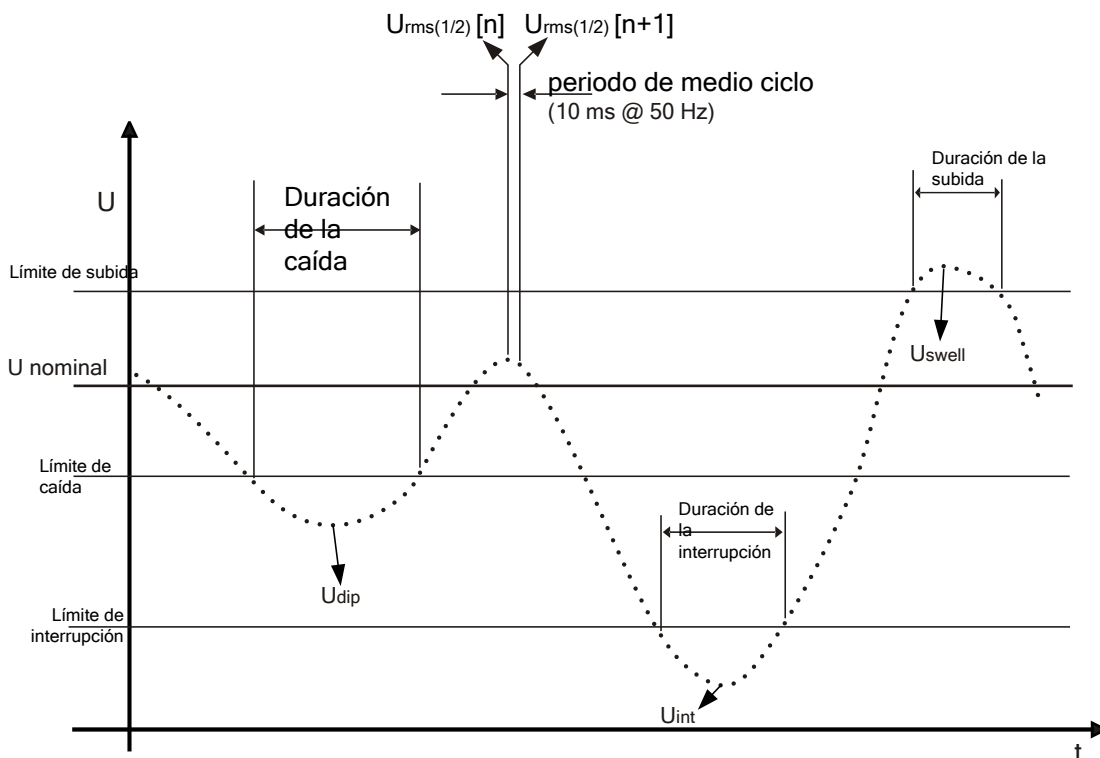

Figura 5.8 Definición de los eventos de tensión
- En los sistemas monofásicos, una caída de tensión comienza cuando la tensión $U_{Rms(1/2)}$ cae por debajo del umbral de caída, y finaliza cuando la tensión $U_{Rms(1/2)}$ es igual o superior al umbral de caída más el 2% de la tensión de histéresis (véase la Figura 5.8)
- en los sistemas monofásicos, una subida de tensión comienza cuando la tensión $U_{Rms(1/2)}$ sube por encima del umbral de subida, y finaliza cuando la tensión U_{Rms} es igual o menor que el umbral de tensión más el 2% de la tensión de histéresis (véase la Figura 5.8),
- en los sistemas monofásicos, una interrupción de tensión comienza cuando la tensión $U_{Rms(1/2)}$ cae por debajo del umbral de interrupción, y finaliza cuando la tensión $U_{Rms(1/2)}$ es igual o mayor que el umbral de interrupción de tensión más la histéresis (véase la Figura 5.8),